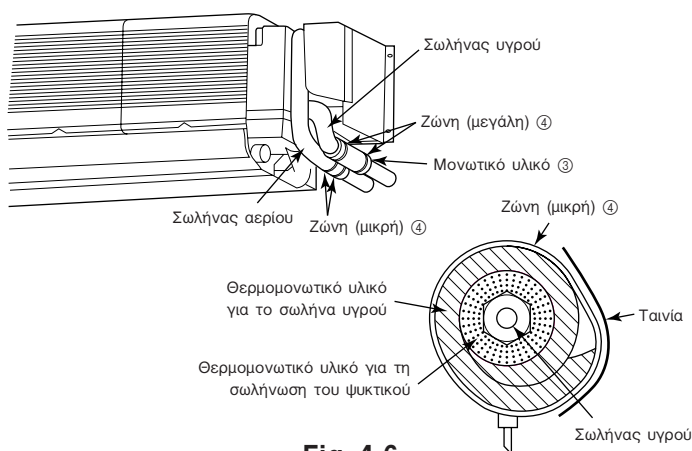

Fig. 4-6
4.4. Εργασίες ψυκτικής σωλήνωσης (Fig. 4-6)